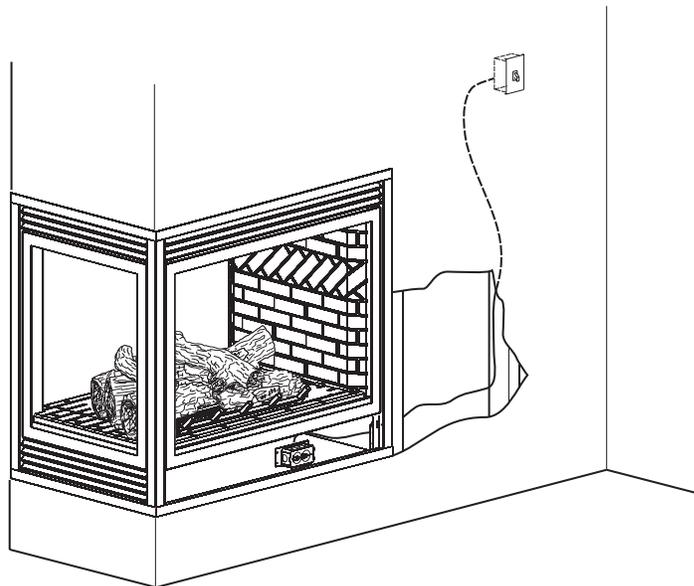

Figure 70
**Remarque :** La boîte de jonction doit être placée dans le compartiment inférieur du foyer et être précâblée pour l'utilisation de la soufflante au moment de la pose du foyer. Un interrupteur marche/arrêt standard ou le variateur de vitesse SCV-1 doit être installé pour activer la boîte de jonction et fournir la tension de marche de la soufflante. Il est conseillé de confier la pose du câblage à un électricien qualifié. Voir Figure 70.
8. Pour terminer l'installation, brancher le cordon d'alimentation dans la prise de la boîte de jonction précédemment installée dans le fond du foyer. Voir les Figures 70 et 71.